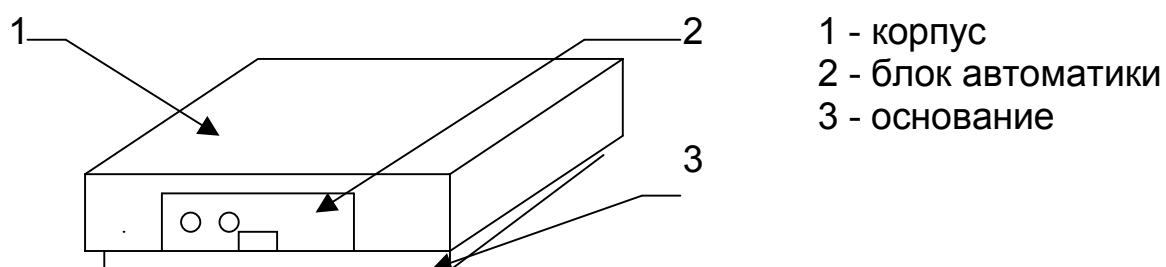

рис.1
3.1 Устройство представляет собой подставку под охраняемые экспонаты. Внешний вид представлен на рис.1